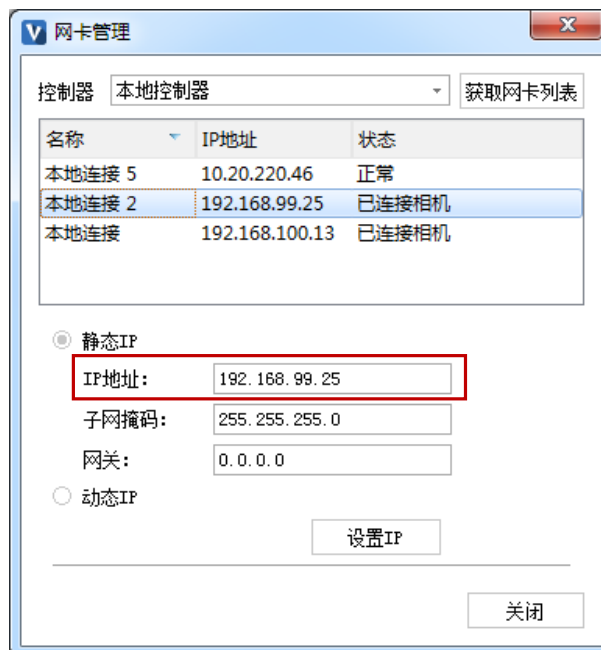

图 3-2 “网卡管理”对话框
2. 设置视觉控制器的【网卡 IP】，在【开始】选项卡的【设备】组中单击【网卡】按钮，在弹出如图 3-2 所示的对话框中进行“IP 地址”的设置（或者在视觉控制器本地连接 Internet 属性中设置）。